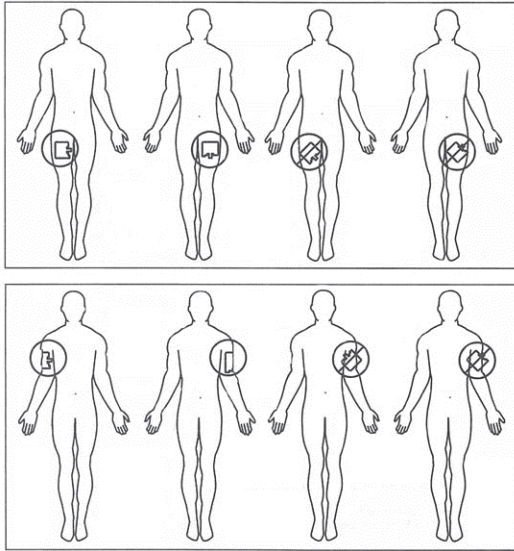
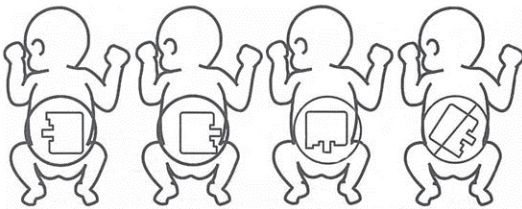

図 1
図 2
1. 対極板の貼付部位は、手術部位に近く通電性の良い部位 (大腿部前面等) を選択する。腕または脚部に使用する場合は、図 1 ○印の様に身体に対して縦向きもしくは横向きに貼付すること。やむを得ず下側に貼付する場合 (小児や乳幼児に使用する場合等) は、図 2 ○印の様に貼付すること。[貼付方向による貼付面の温度差を少なくするため]